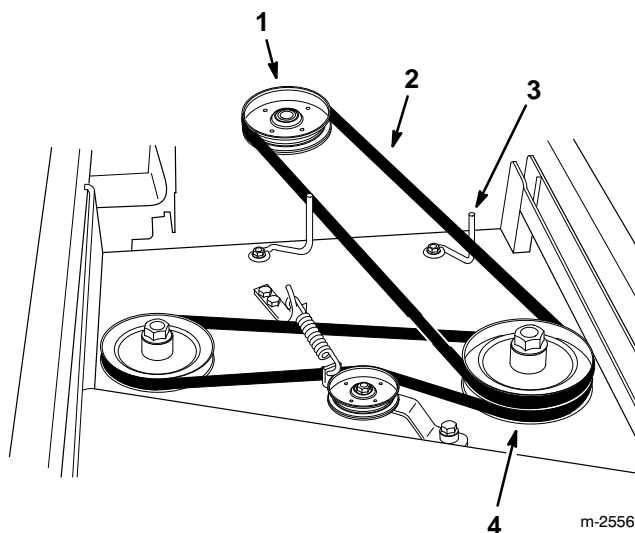

Figure 27
4. Retirer la courroie de transmission usée (Fig. 27).
5. Mettre en place la nouvelle courroie de transmission sur la poulie de transmission du tracteur, puis dans la gorge supérieure de la poulie de lame de gauche (Fig. 27).